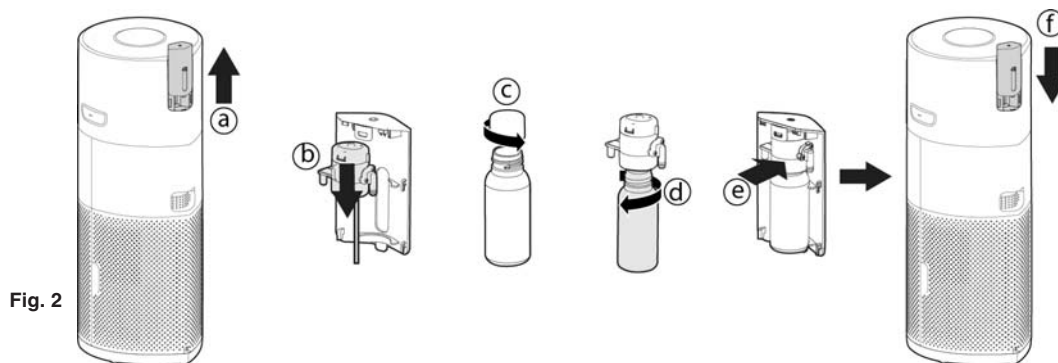

Fig. 2
2. Instale la botella del difusor [Fig. 2]